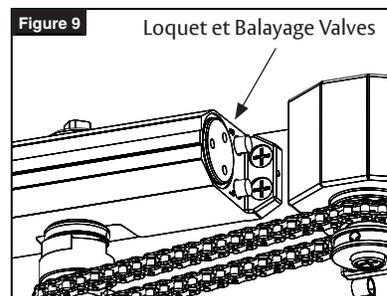

Figure 9
1. Ouvrir les valves de vitesse de fermeture et de verrouillage du ferme-porte à l'aide de la clé hexagonale de 3, 5mm (1/8") fournie. (Figure 9)